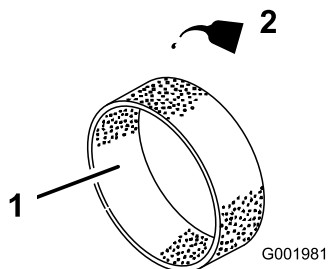

図 47
4. 乾いたら新しいエンジン・オイルを30～60 cc含ませる（図 47）。